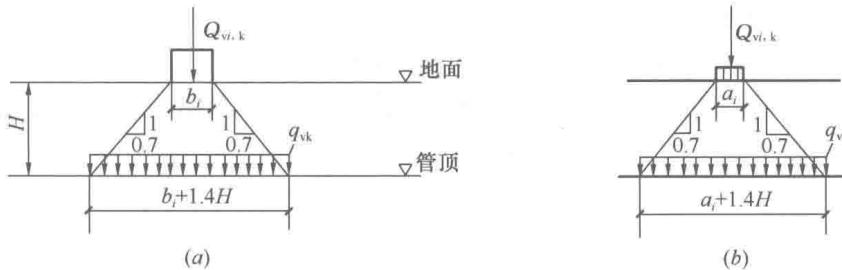

图1-1-2 (1) 单个轮压的传递分布图
(1) 单个轮压传递到管道顶部的竖向压力标准值可按下式计算[图1-1-2(1)]: